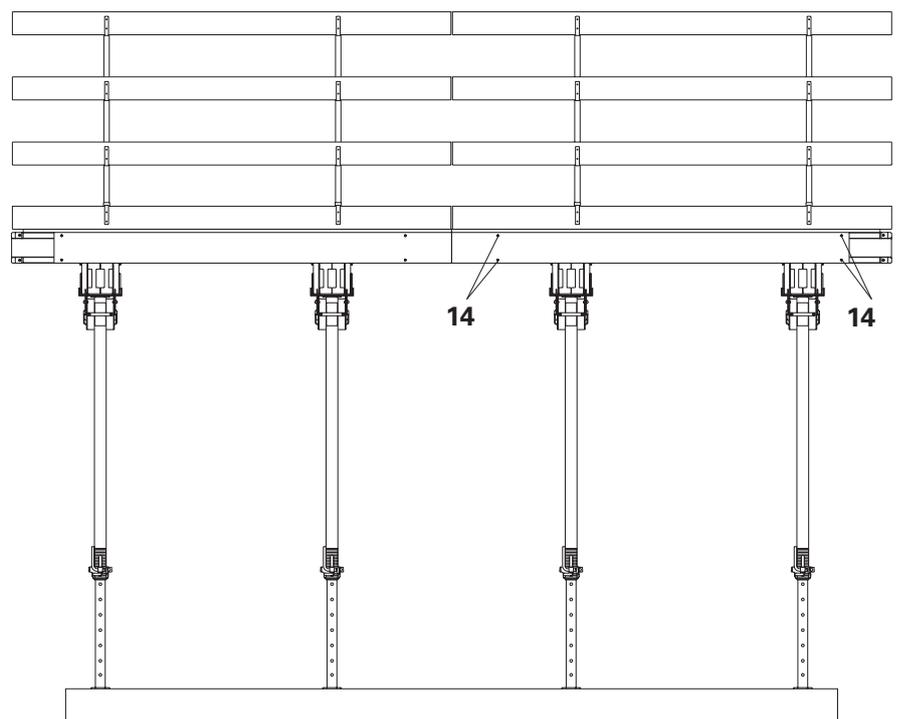

Abb. 10
2. Bohle über beide Jocheschieben. Bohle am Ober- und Untergurt des Querträgers mit vier Nägeln **14** befestigen, z.B. Doppelkopfnagel 3,1 x 65. Abb.10